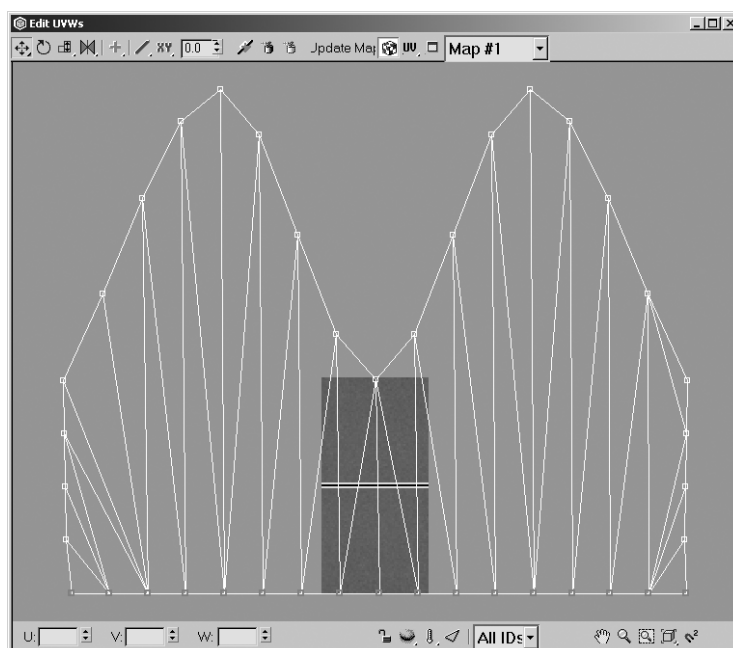

Рисунок 18.24. Половина пропорциональных координат проецирования откорректирована. При этом положение текстуры автоматически обновляется в видовом окне
8. Уменьшайте масштаб выделенных выше вершин до тех пор, пока не получится ровная горизонтальная линия. Выберите инструмент Move на панели инструментов в окне Edit UVWs для перемещения этих вершин таким образом, чтобы они оказались выровненными по нижней части текстуры дороги (рис. 18.24).